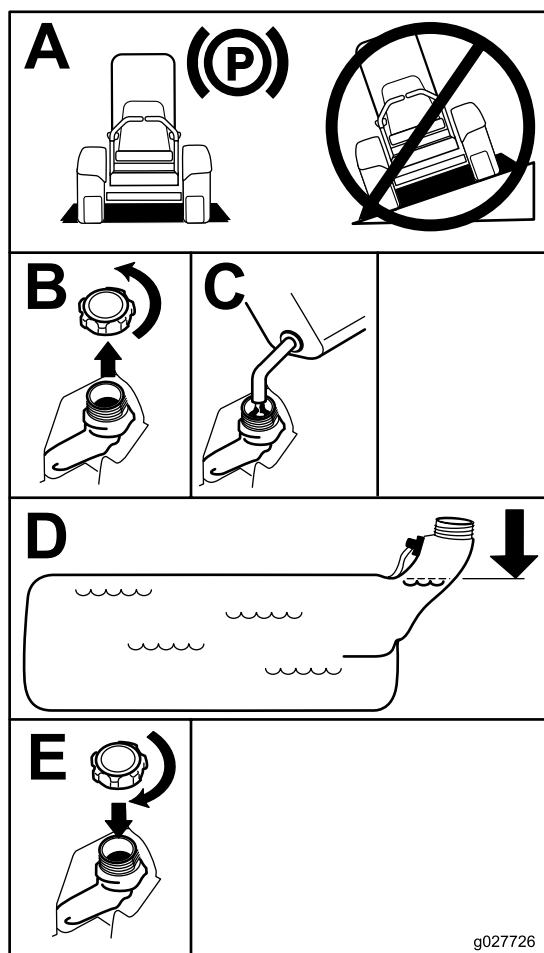

Figure 7
5. Remplissez le réservoir de carburant jusqu'à la base du goulot de remplissage (Figure 7).